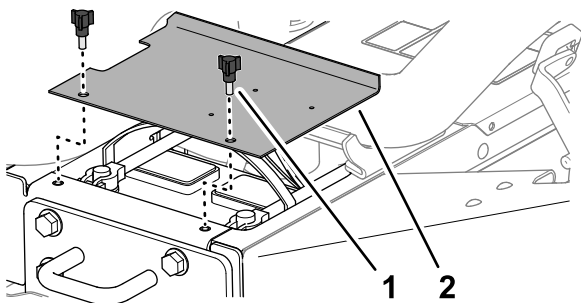

Figure 56
1. Ouvrez les loquets sur les côtés gauche et droit du capot (Figure 56).